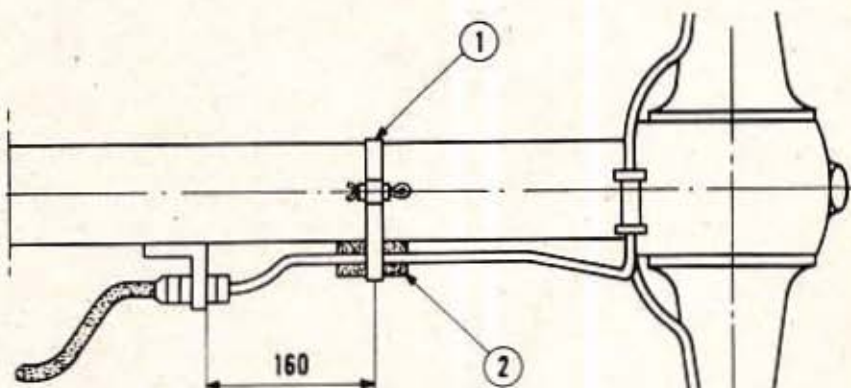

Fig. 81. — Fixation du tuyau intermédiaire d'alimentation des freins AR sur Derivés
Nous avons signalé au chapitre « Caractéristiques Détaillées » que sur certains châssis et avant l'adoption d'une patte de fixation soudée sur le tube poussée, le tuyau intermédiaire était maintenu par un collier (1) (fig. 81).